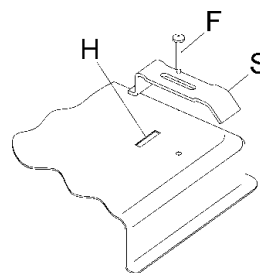

FIG. 10
- Fixe-a com os suportes "S" próprios, tendo o cuidado de introduzir a parte saliente na abertura "H" existente no fundo e atarraxando o parafuso "F" até o suporte "S" ficar bloqueado no tampo do móvel (ver a fig. 10).